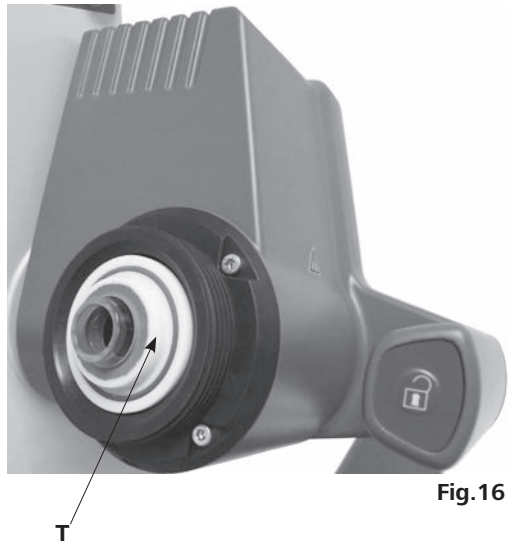

Fig.16
- 조립 지침에 따라 냉각기 용기에 RV 10.8001 냉각기 쉘 (T) 을 놓고 장치에 유리 제품을 장착합니다. (Fig. 16, 17 과 18)